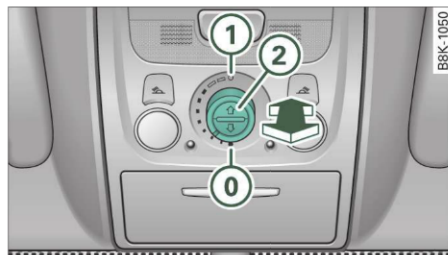

Fig. 36 Plafonul:
- Plafonul se poate ridica sau închide numai când comutatorul se află în poziția ① ⇒ fig. 36.
- Rotiți comutatorul ⇒ fig. 36 ② pe poziția dorită.